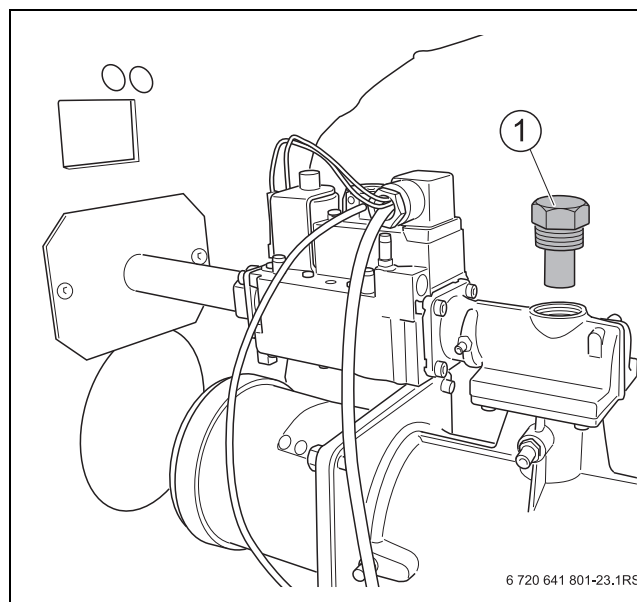

Fig. 32 Remplacer le limiteur de débit du gaz (chaudières de 120 kW)
- ▶ Si les teneurs en CO₂ sont inférieures à 8,5 %, le limiteur de débit doit être remplacé (→ fig. 32, page 38)..